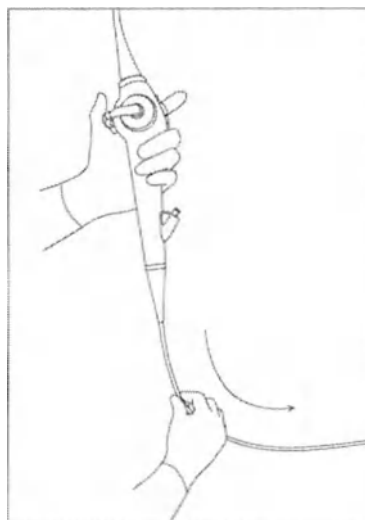

Рис. 3.2
4. Одной рукой держите рукоятку, а другой рукой нежно поглаживайте остальную часть поверхности рабочей части в обоих направлениях (см. рис. 3.2). Убедитесь, что из рабочей секции не выступает какой-либо предмет или провод. Убедитесь, что рабочая часть не слишком жесткая.